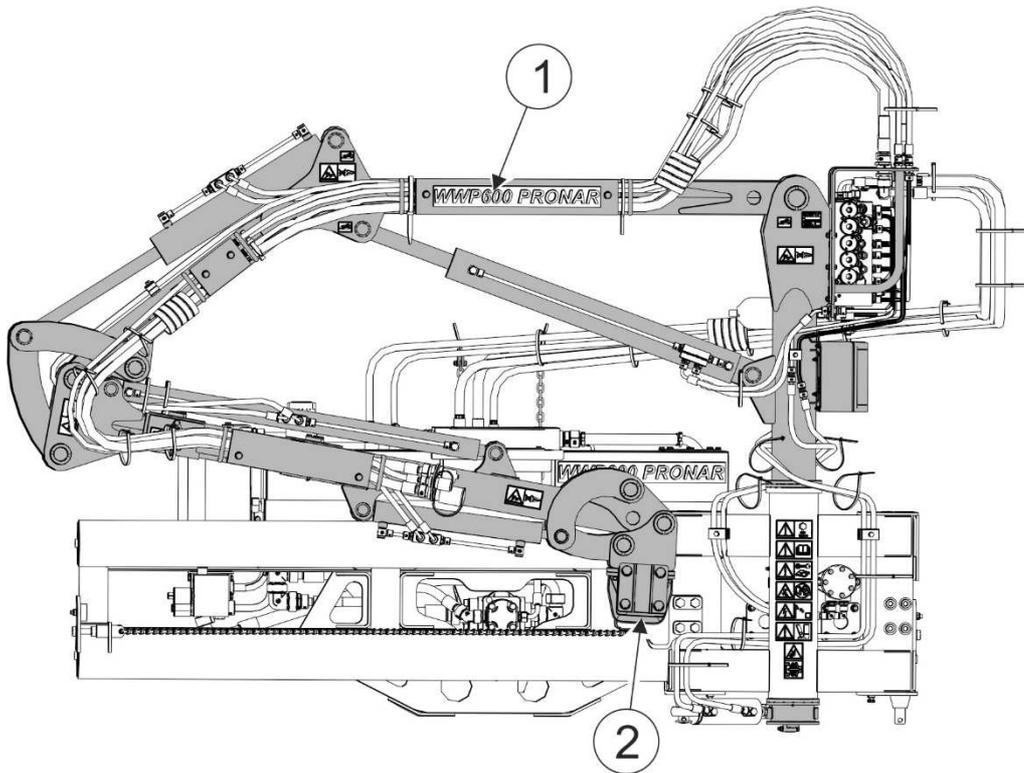
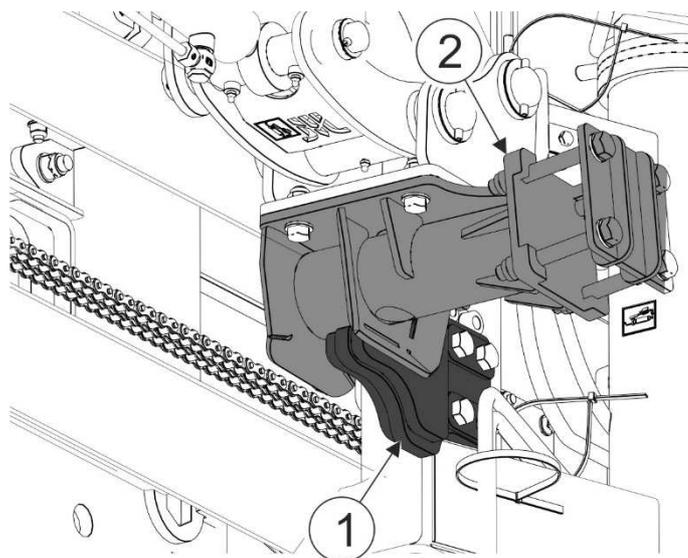

РИСУНОК 4.3 Транспортное положение
РИСУНОК 4.4 Крепление соединительного элемента рабочей головки на зацепе.
На время проезда на место работы и назад необходимо сложить плечи стрелы в транспортное положение (РИСУНОК 4.3). В этом положении соединительный элемент рабочей головки (2) осаживается на зацеп головки (1) (РИСУНОК 4.4)